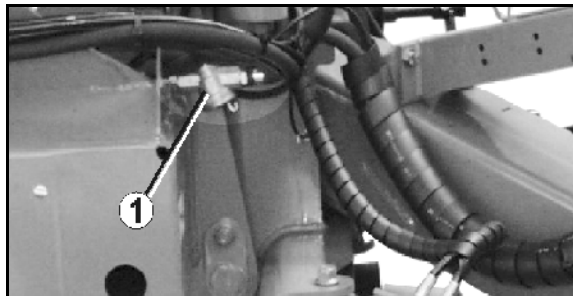

Рис. 91
1. Сомкните замок (Рис. 91/1) на обеих планках.